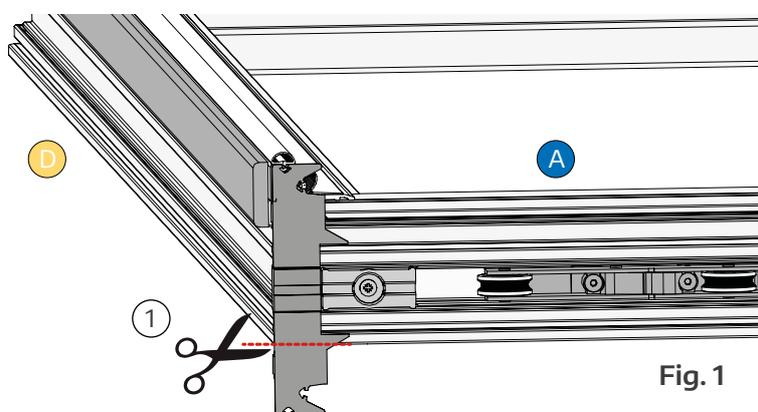

Fig. 1
Posizionare e fissare la guida di posizionamento anta con una vite M5x22 mm (vedi fig. 1 e Fig. 2).
- ① Tagliare lo spessore di tenuta (vedi fig. 1).